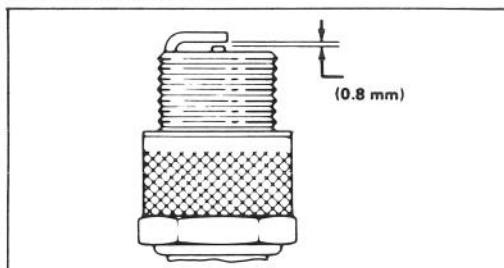

Bild 16
3. Luftpalt auf 0,8 mm einstellen (Bild 16). Die auf korrekten Abstand eingestellte Zündkerze mit einer Dichtungsscheibe anbringen und mit 20 Nm anziehen.